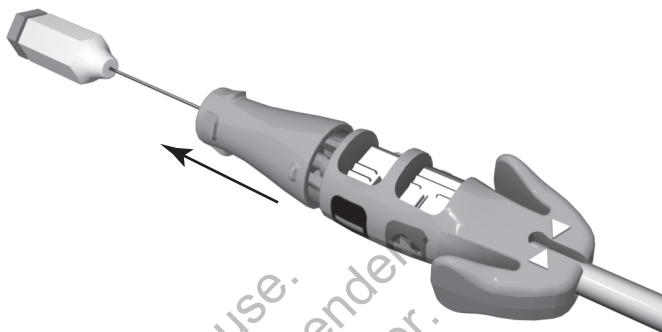

Figure 5. Outil de connexion avec manche de fixation désenclenché
3. Dégager le manche de fixation de la broche terminale avant d'introduire la sonde dans la veine (Figure 5 en page 19).